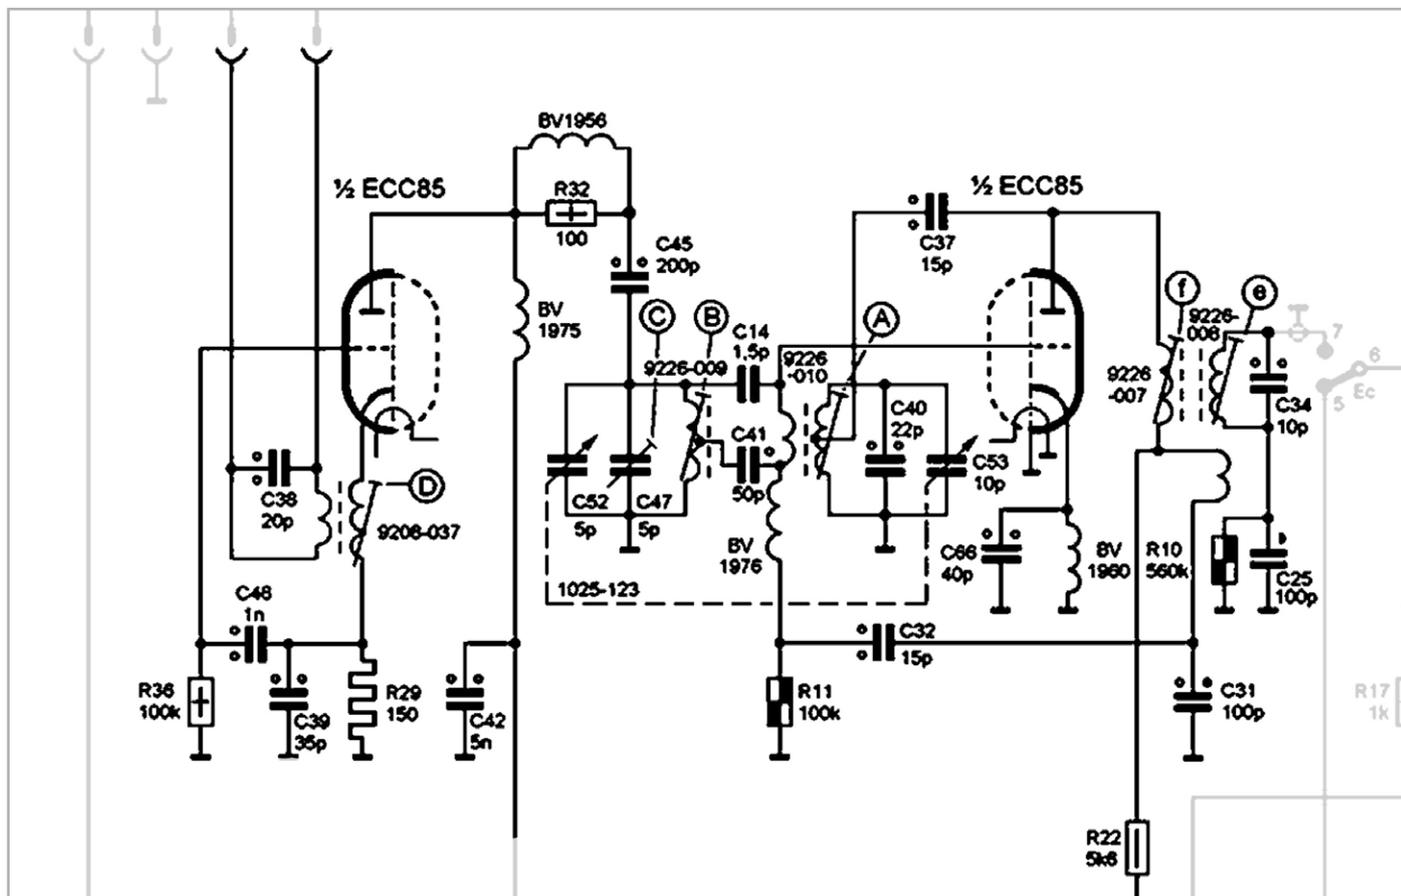

Bild 3: Schaltplan des UKW-Frontends
Bild 3 zeigt den Schaltplan des UKW-Frontends in unserem Radio, und auf den ersten Blick scheint der Aufbau nicht allzu kompliziert zu sein. Die Schaltung besteht aus einem Hochfrequenz-Eingangsfilters (HF) und einem Verstärker (die eine Hälfte der ECC85-Röhre), der durch einen Kreis unseres Doppeldreh-Abstimmkondensators abstimbar ist. Diese Stufe funktioniert genau wie das Mittelwellen-Gegenstück,